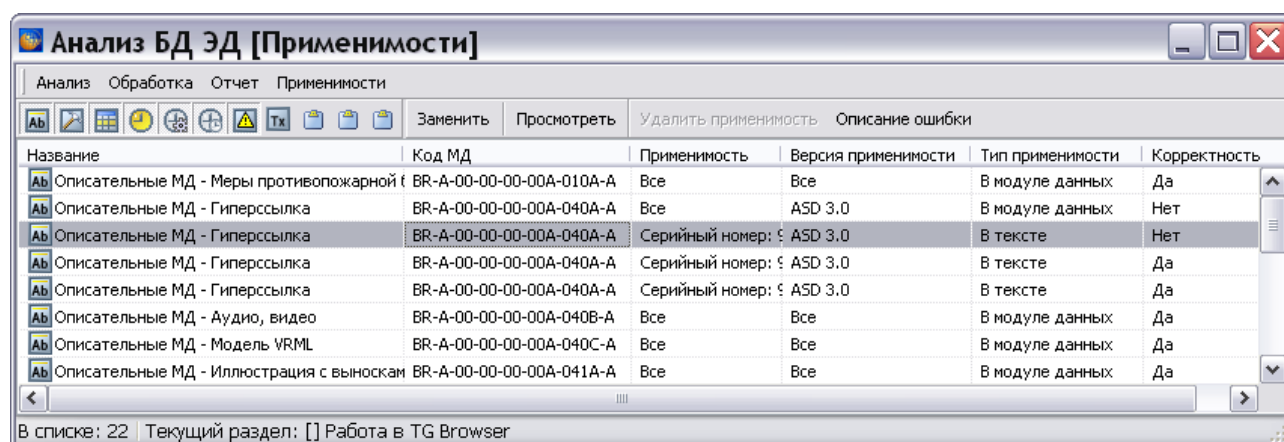

Рис. 21.172
1. В таблице результатов анализа выделите строку с некорректной применимостью. На панели инструментов появится новая кнопка **Описание ошибки** (Рис. 21.172).